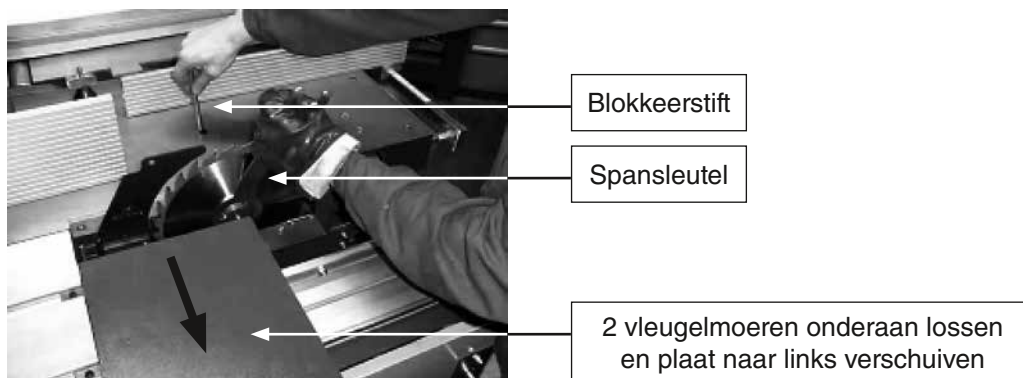

Fig.7
## Montage van het zaagblad (Fig.7)
**Plaats de hoofdschakelaar op de stand "O" vooraleer de zaagbladen te monteren of te wisselen.** Maak de zaagtafel volledig vrij en los de 2 vleugelmoeren die zich onderaan de rolwagen-tafelverlenging bevinden en schuif de plaat naar links in de richting van de pijl zoals in fig.7 te zien is. Breng het zaagblad met het handwiel in de hoogste stand en plaats de blokkeerstift in het gat in de zaagtafel: plaats de zaagmoersleutel op de moer en draai de zaagas tot de stift in het gat in de riemschijf past.
Maak de zaagtafel volledig vrij en los de 2 vleugelmoeren die zich onderaan de rolwagentafelverlenging bevinden en schuif de plaat naar links in de richting van de pijl zoals in fig.7 te zien is. Breng de voorritseras met de draaiknop in de hoogste stand en draai de voorritseras eveneens met de zijdelingse insteldraaiknop volledig naar links.